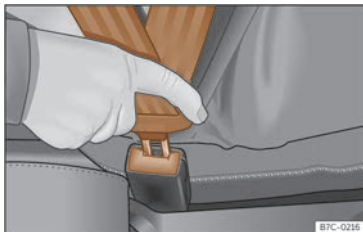

Fig. 23 Inserir a lingüeta do cinto de seguridade na súa pechadura.
- Encaste a lingüeta no peche do asento correspondente >>> **fig. 23.**